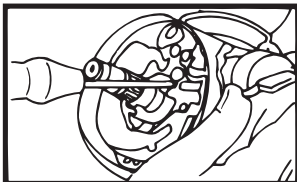

FIGURE 27 • FIGURA 27
- 1) Avec la clé dans la position Marche, insérez un outil adéquat dans le trou d'accès et appuyez sur la goupille de retenue. Retirez alors le cylindre du contacteur de son logement. (reportez-vous à la figure 27).